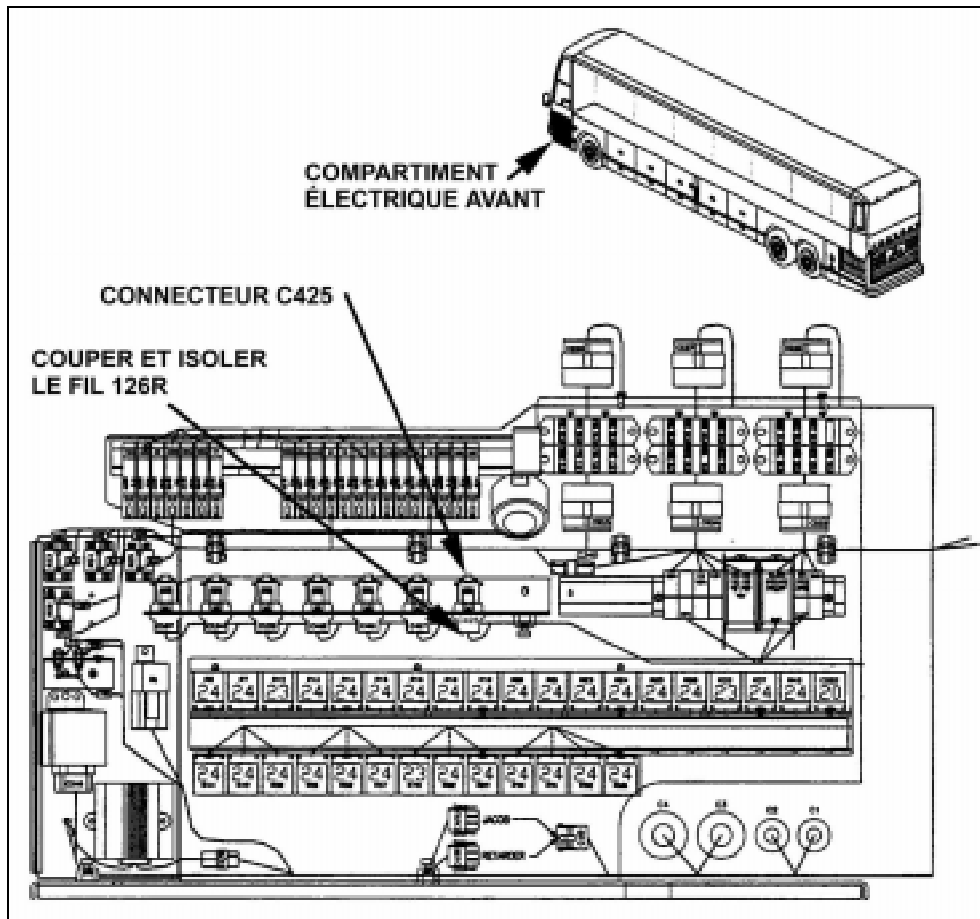

FIGURE 1 : VUE INTÉRIEURE DU COMPARTIMENT ÉLECTRIQUE, VÉHICULE DE SÉRIE H3
1. Ouvrir la porte du compartiment électrique et de service avant (figure 1).
2. Localiser le connecteur C425 identifié par une étiquette. Vous pouvez vous référer au schéma apposé sur la face intérieure de la porte du compartiment (figure 1).